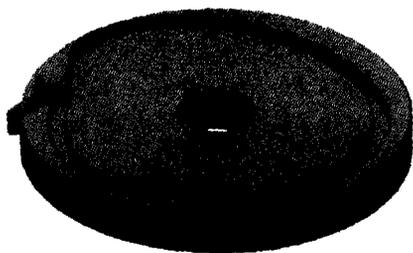

Рис. 4.7. Разные типы зависимостей могут комбинироваться для создания реалистичной модели
6. Нажмите **ОК**, чтобы принять зависимость. См. рис. 4.7.